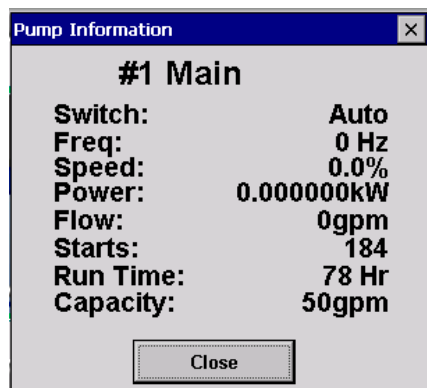

Figure 12 : information sur la pompe
- a. En tapant , une page évoluée affichée dans la **Figure 12** apparaîtra avec davantage d'informations.